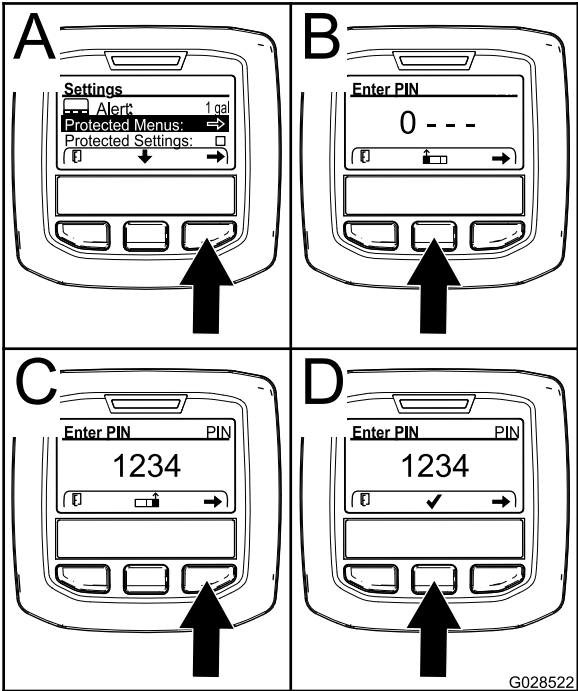

Figura 27
2. No menu de DEFINIÇÕES, utilize o botão central para ir até ao menu PROTEGIDO e prima o botão direito (Figura 27).